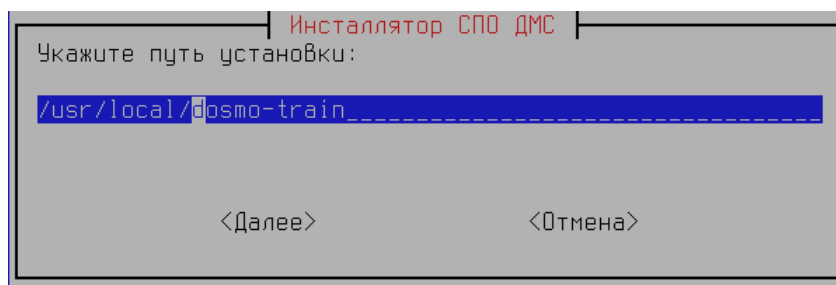

Рисунок 10 — Выбор каталога установки
1) На этом шаге выбирается каталог для установки. Рекомендуется оставить каталог по умолчанию (Рисунок 10).